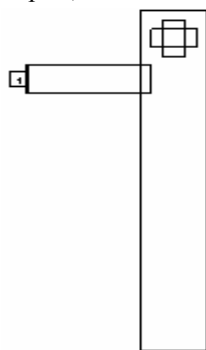

Рис. 4.12
3. Поместите курсор на левый край меньшего проводника, пока не отобразится квадрат, и щёлкните левой кнопкой мышки, чтобы зафиксировать порт. Маленькая площадка с номером 1 появится на левом краю проводника (рис. 4.12).